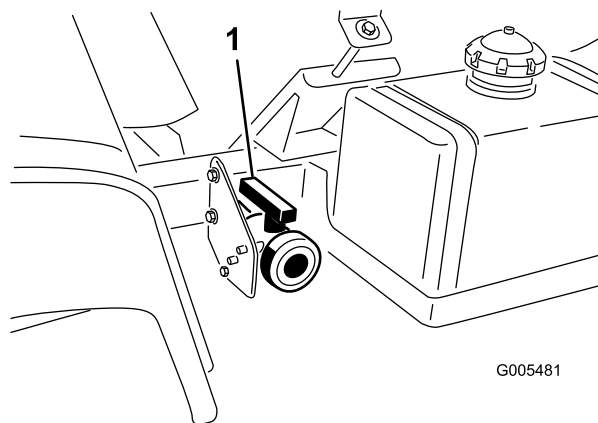

Figura 26
2. Localice la válvula de vaciado del depósito situada en el lado izquierdo de la máquina (Figura 26). Esta válvula está situada en el bastidor en la parte delantera del depósito de combustible.